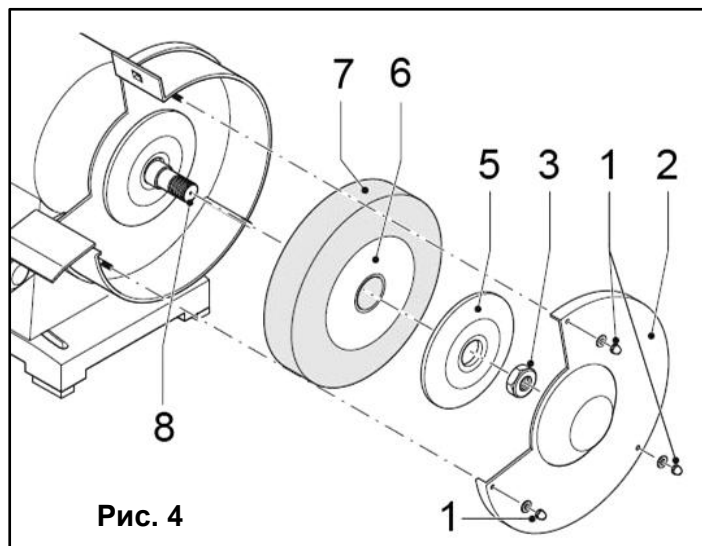

Рис. 4
#### Замена/ установка шлифовального круга (Рис. 4)
- Открутите три гайки (1) (Рис. 4).
- Снимите защитный кожух (2).
- Открутите гайку (3) шпинделя (8)
- Снимите со шпинделя внешний фланец (5), прокладку (6) и круг (7).
- Установите на шпиндель (8) новый круг.
- Надежно затяните гайку (3) Установите защитный кожух.
- Наденьте обратно три гайки (1) и крепко затяните их.